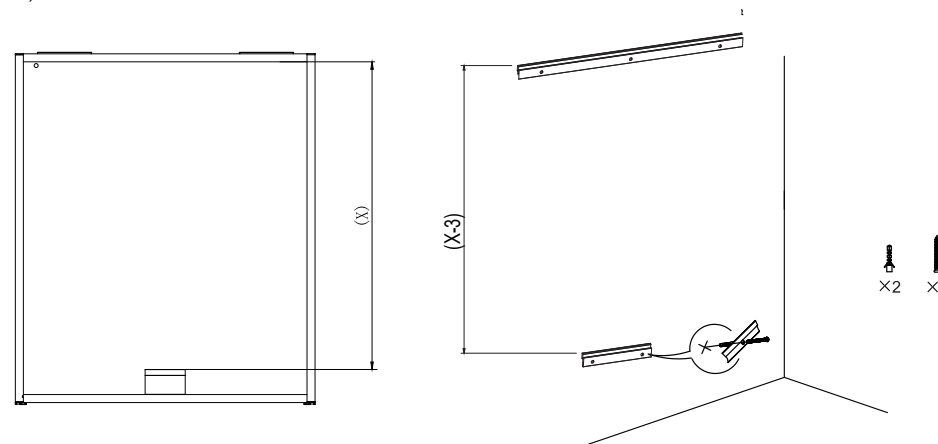

Fig. 3
2.1 Misurare con il metro a nastro la distanza tra le due barre in lega di alluminio è (x-3)MM (Fig. 3.)